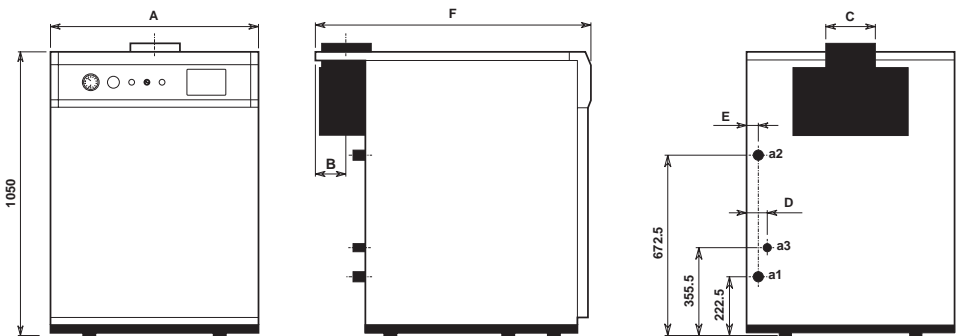

Рис.1
2.1. Габарит (см. рис.1 и таб.2)